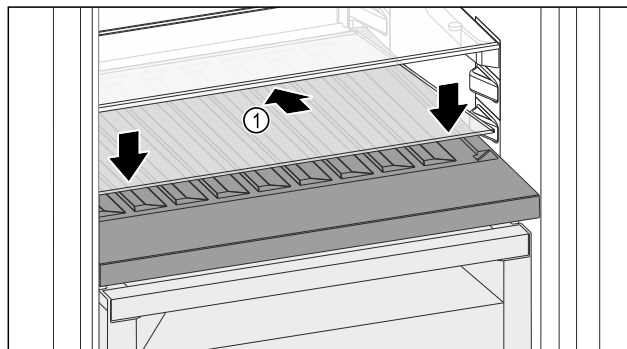

Fig. 98
- ▶ Stekljeno ploščo Fig. 98 [1] namestite postrani, nagnjeno spodaj nazaj.
- ▶ Stekljeno ploščo Fig. 98 [1] spustite spredaj.